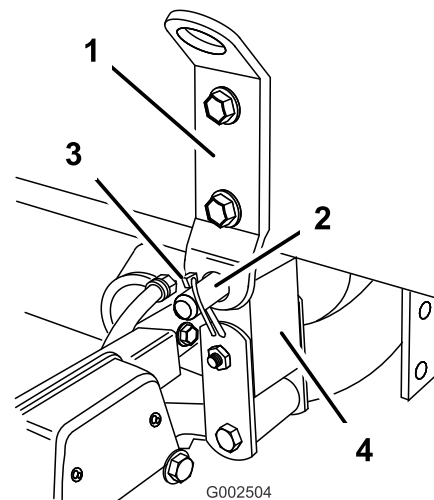

Bild 21
6. Richten Sie den Drehansatz hinten am Behältergestell mit der Öffnung hinten am Fahrzeugchassis aus (Bild 21).
7. Setzen Sie einen Splint (3/4 Zoll) und zwei Klappstecker in den Drehansatz ein, um den Behälter am Rahmen zu befestigen (Bild 21).
10. Prüfen Sie die Ausrichtung des Behältergestells und des Fahrzeugrahmens. Lösen Sie ggf. die Schrauben etwa, mit denen der Drehansatz am Behältergestellrahmen befestigt ist (Bild 21). Heben Sie den Behälter so weit über den Fahrzeugrahmen an, dass er ausgefluchtet und in die richtige Stellung abgesenkt werden kann. Ziehen Sie die Schrauben am Drehansatz fest, wenn das Behältergestell mit dem Fahrzeugrahmen ausgefluchtet ist.